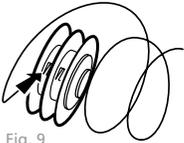

Fig. 9
3. Enganche el nylon en el carrete (flecha en la Fig. 9) y enróllelo cuidadosamente.